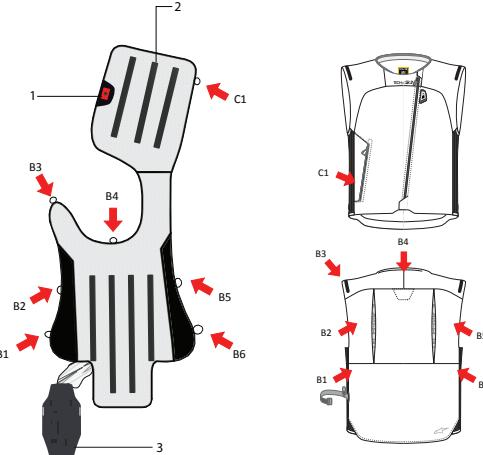

Figura 14
- Staccare l'Airbag dal gilet aprendo tutte le clip di collegamento. Le clip sono disposte come mostrato nella Figura 14.